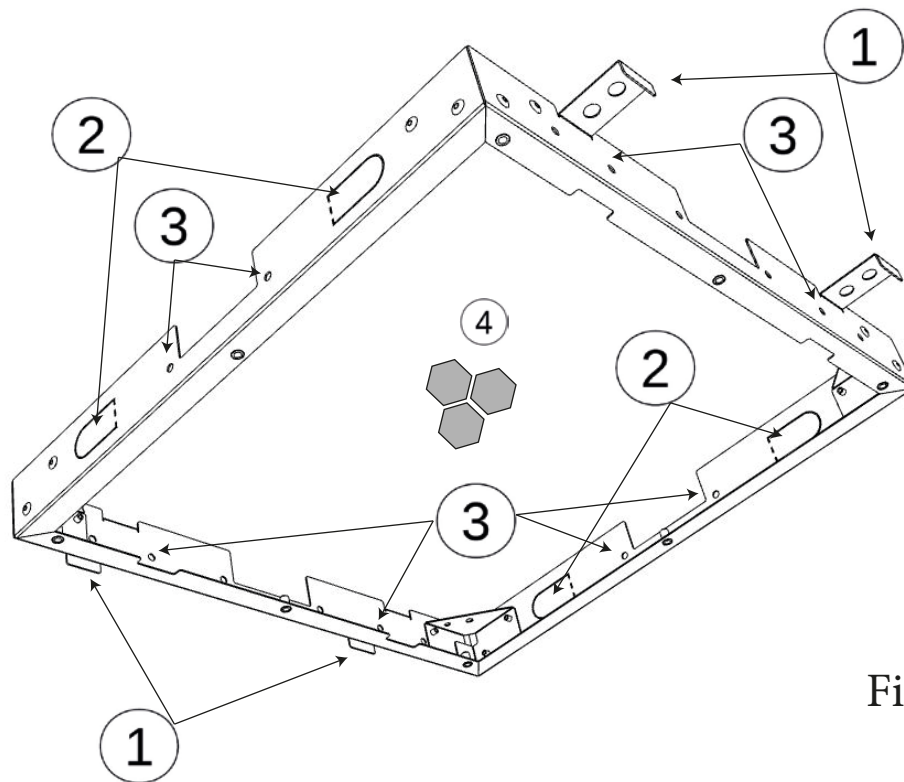

Fig. 1
IT - Per una corretta installazione del soffione multifunzione (fig.1) è necessario fissare saldamente il telaio di sostegno alla struttura del soffitto (od eventualmente al telaio del controsoffitto) per mezzo delle alette di fissaggio (1) o con viti autofilettanti passanti nei fori (3). Se possibile utilizzare anche le staffe di fissaggio (2) per migliorare il bloccaggio.
EN - For a correct installation of the multifunctional showerhead (fig.1), is necessary to securely fix the support frame to the ceiling frame (or to the false ceiling frame) through the fins (1) or through set screw in the slots marked as (3).